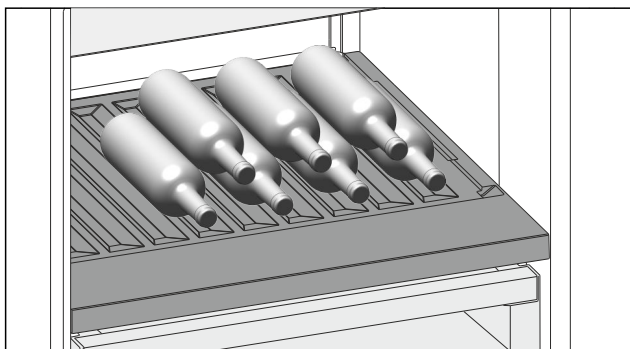

Fig. 181 Esimerkkikuva
- Aseta pullot niin, että pohja osoittaa taaksepäin takaseinää vasten. (katso Fig. 181)